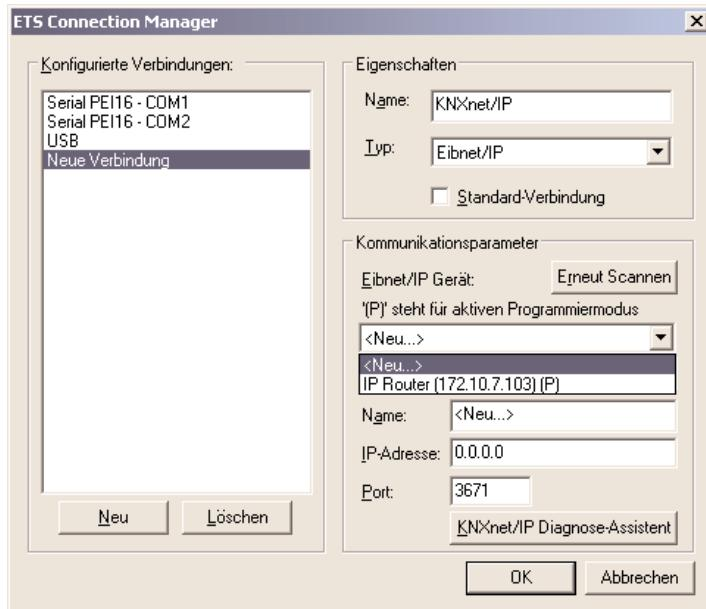

Bild 7: Geräteliste unter Kommunikationsparametern mit allen gefundenen IP Routern
4. In der Geräteliste "Eibnet/IP Gerät" sind alle im IP-Netzwerk gefundenen IP Router gelistet (vgl. Bild 7). Es wird der in der ETS vergebene Name (default "IP Router") und die IP-Adresse des IP Routers angezeigt. Das (P) hinter diesen Angaben signalisiert einen aktiven Programmiermodus. Auf diese Weise lassen sich auch in Systemen mit mehreren Routern gezielt einzelne Geräte identifizieren. In der Geräteliste muss der IP Router ausgewählt werden, welcher in der konfigurierten Verbindung als "Datenschnittstelle" arbeiten soll.